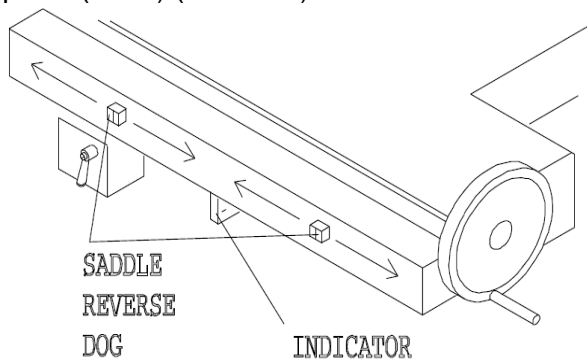

Рис.6.8b
2.b. Необходимое поперечное перемещение стола регулируется двумя переставляемыми упорами (DOG) (Рис.6.8b).